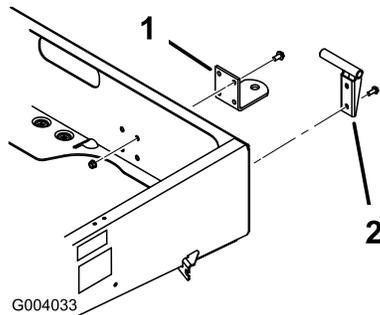

Figura 8
2. Alinee el enganche con los taladros de montaje del bastidor. Fije el enganche con los tornillos y las tuercas (Figura 8).
2. Monte el soporte del pivote izquierdo en la esquina izquierda trasera del bastidor con dos tornillos de arandela prensada (3/8 x 1 pulgada). Apriete la bujía a 16 pies-libra (22 Nm). Coloque el soporte según se muestra en Figura 8.